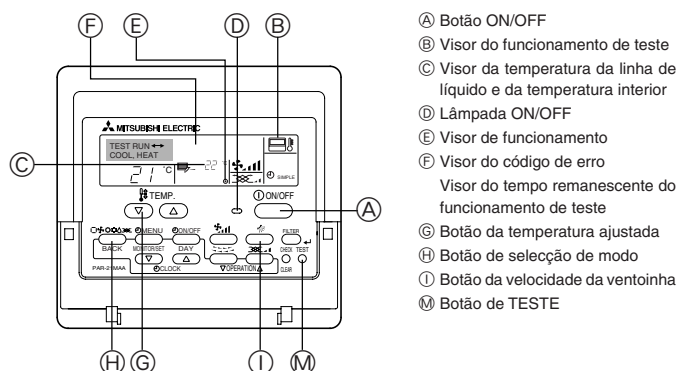

Fig. 7-1
7.2.1. Utilizar o controlo remoto com fio (Fig. 7-1)